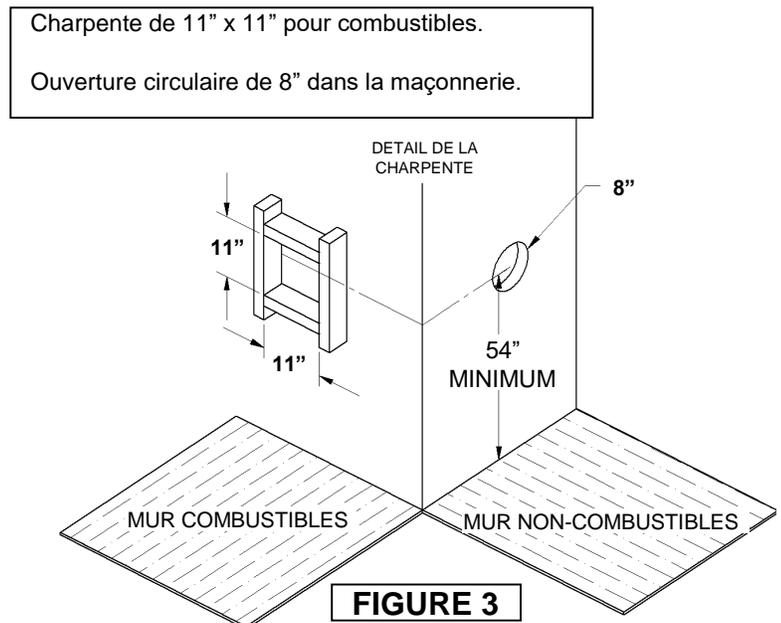

FIGURE 3
1. Voir **Le tableau de conduits horizontaux** pour déterminer la distance minimale entre le plancher du foyer et le centre de l'évent. Percez le mur en prévoyant un espace pour un manchon de 11po x11po (diamètre intérieur) pour les murs combustibles et un manchon de 8po de diamètre pour les murs non combustibles. (voir figure 3)